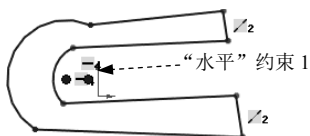
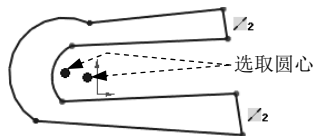

图 4.13.5 添加“水平”约束 1
图 4.13.6 选取两个圆心
Step1. 添加图 4.13.5 所示的“水平”约束 1。按住 Ctrl 键，选取如图 4.13.6 所示的两个圆心，系统弹出“属性”对话框，在 **添加几何关系** 区域中单击  **水平(H)** 按钮。